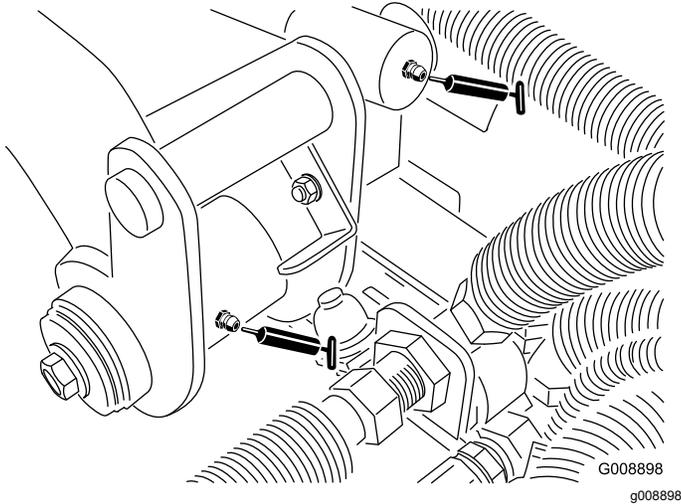

Figura 60
- Pivô do braço de elevação e cilindro de elevação traseiros (2 guarnições —Figura 60)